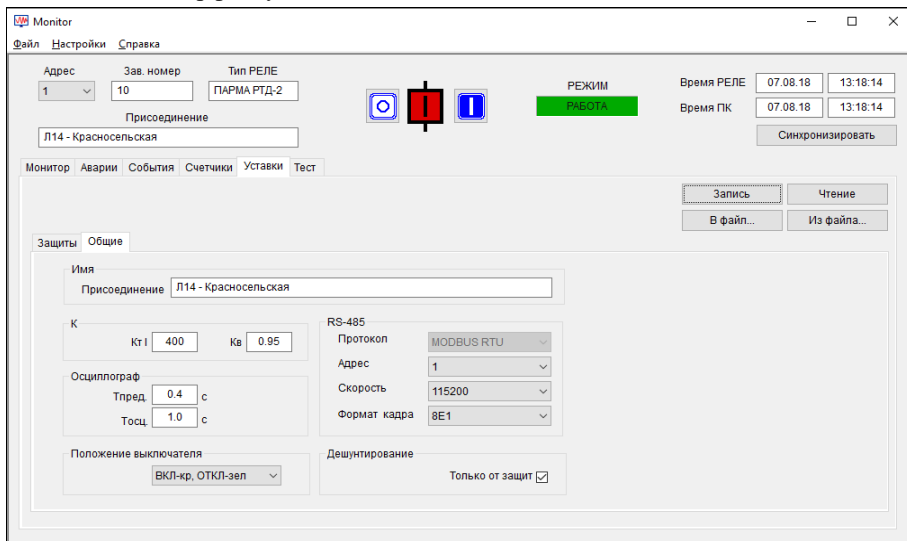

Рисунок 14 – Общие уставки
5.5.13.7 Вкладка "Общие" (рисунок 14) предназначена для задания различных настроек РЕЛЕ, а также для настройки параметров связи РЕЛЕ с АСУ ТП по интерфейсу RS-485.